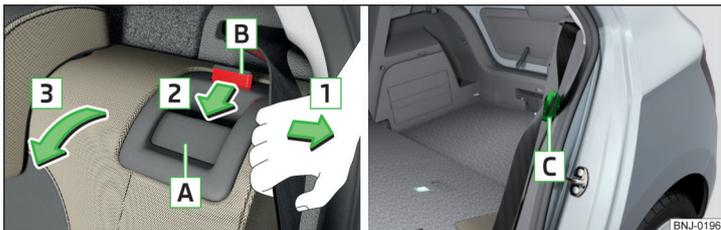

Fig. 59 Rabattement du dossier du siège / position de service de la ceinture de sécurité
- Tirez la ceinture de sécurité extérieure arrière vers le revêtement latéral dans le sens de la flèche [1] » fig. 59.
La boucle de la ceinture de sécurité extérieure [C] » fig. 59 peut être insérée dans le revêtement latéral.